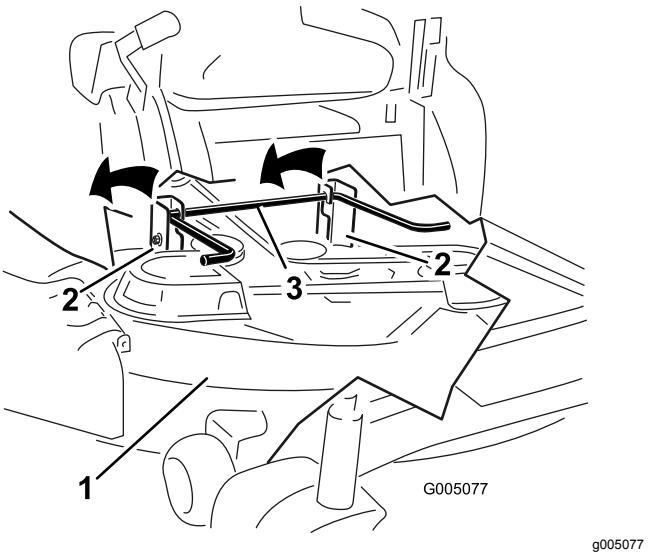
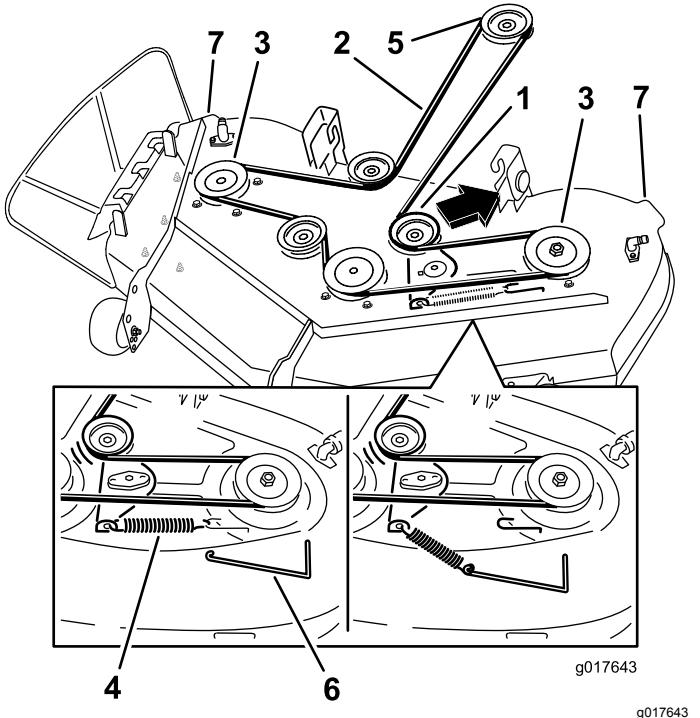

Figure 61
Figure 64
5. En vous aidant des poignées, soulevez le tablier de coupe et les supports pour les dégager de la tige de levage arrière et abaissez le tablier au sol avec précaution (Figure 61 et Figure 64).
4. À l'aide d'un outil de dépose de ressort (réf. Toro 92-5771), décrochez le ressort du crochet sur le tablier pour éliminer la tension sur la poulie de tension et déchaussez la courroie des poulies (Figure 64).
5. Acheminez la courroie neuve autour de la poulie du moteur et des poulies du tablier de coupe (Figure 64).
6. À l'aide d'un outil de dépose de ressort (réf. Toro 92-5771), accrochez le ressort au crochet situé sur le tablier, ce qui a pour effet d'exercer une tension sur la poulie de tension et la courroie du tablier de coupe (Figure 64).
5. Soulevez l'arrière du tablier de coupe et guidez les supports sur la tige de levage arrière (Figure 61).